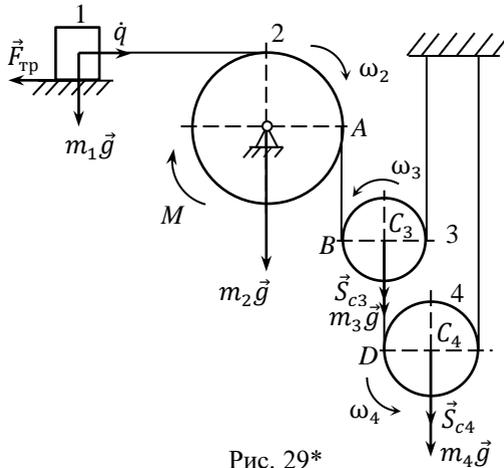

Рис. 29\*
*Пример 8.* Механическая система приходит в движение из состояния покоя под действием сил тяжести и пары сил с моментом  $M = 16 \text{ Н} \cdot \text{м}$ , приложенным к шкиву 2, радиус которого  $r = 0,2 \text{ м}$  (рис. 29\*). Коэффициент трения скольжения тела 1 равен 0,1. Массы тел:  $m_1 = 8 \text{ кг}$ ,  $m_2 = 10 \text{ кг}$ ,  $m_3 = 6 \text{ кг}$ ,  $m_4 = 8 \text{ кг}$ . Используя уравнение Лагранжа II рода, определить ускорение первого тела. Блоки считать однородными сплошным. Нити предполагаются невесомыми и нерастяжимыми.